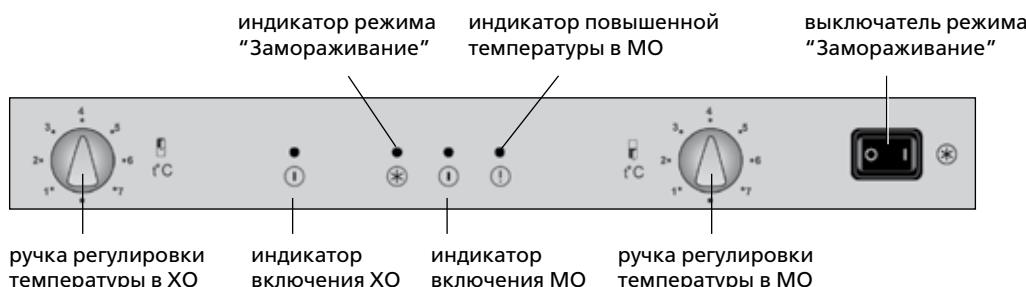

Рисунок 5 – Органы управления и индикации
3.1.2 Включение отделения и регулировка температуры в ХО или МО производится с помощью ручек (см. рисунок 5). При первом включении рекомендуется установить ручки на деление "3" или "4", выключатель – на метку "0".